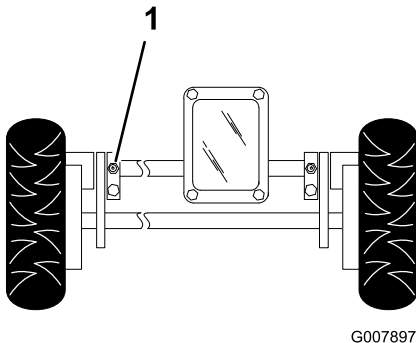

Figura 28
1. Limpie con un trapo limpio los puntos de engrase (Figura 28).